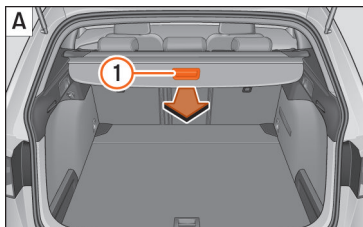

Abb. 139 Im Gepäckraum: Abdeckung ausziehen und einrollen.
- Ziehen Sie gleichmäßig die Abdeckung am Handgriff » Abb. 139 (1) A heraus, bis diese hörbar einrastet.
- Drücken Sie den Haltegriff der Gepäckraumabdeckung in Pfeilrichtung, bis diese entriegelt ist » Abb. 139 B.